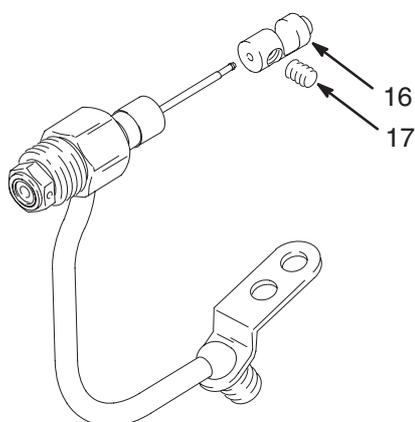

Fig. 11
7. Sujetando aún la guía del muelle (16) para impedir que se doble la aguja, afloje los tornillos de fijación (17). Desmonte la guía del muelle (16). Vea la Fig. 11.